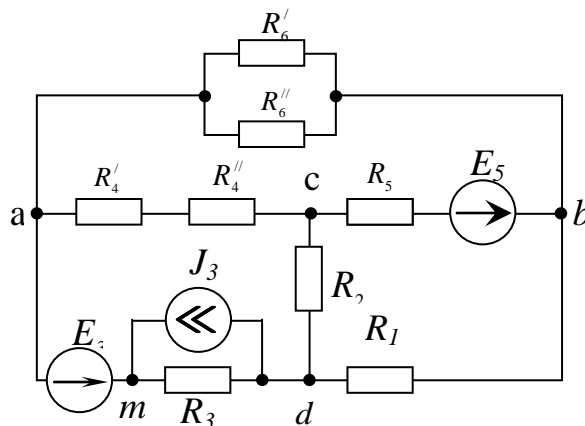

Рис. 23
Выполнение работы показано для схемы, приведенной на рис. 23.
6. Составляют баланс мощностей в исходной схеме (рис. 23). Баланс мощностей замкнутой электрической цепи устанавливает равенство суммы мощностей, развиваемых источниками электрической энергии, сумме мощностей, потребляемой источниками электрической энергии. Определяют суммарную мощность источников: